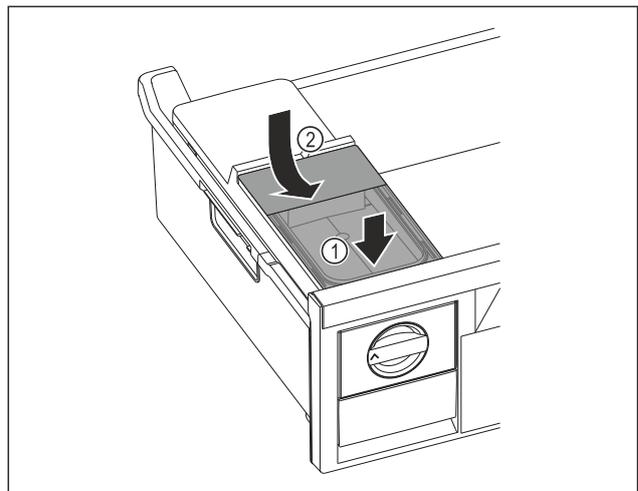

Fig. 72
- Поставете резервоара за вода отпред. Fig. 72 (1)
- Спуснете резервоара за вода отзад. Fig. 72 (2)